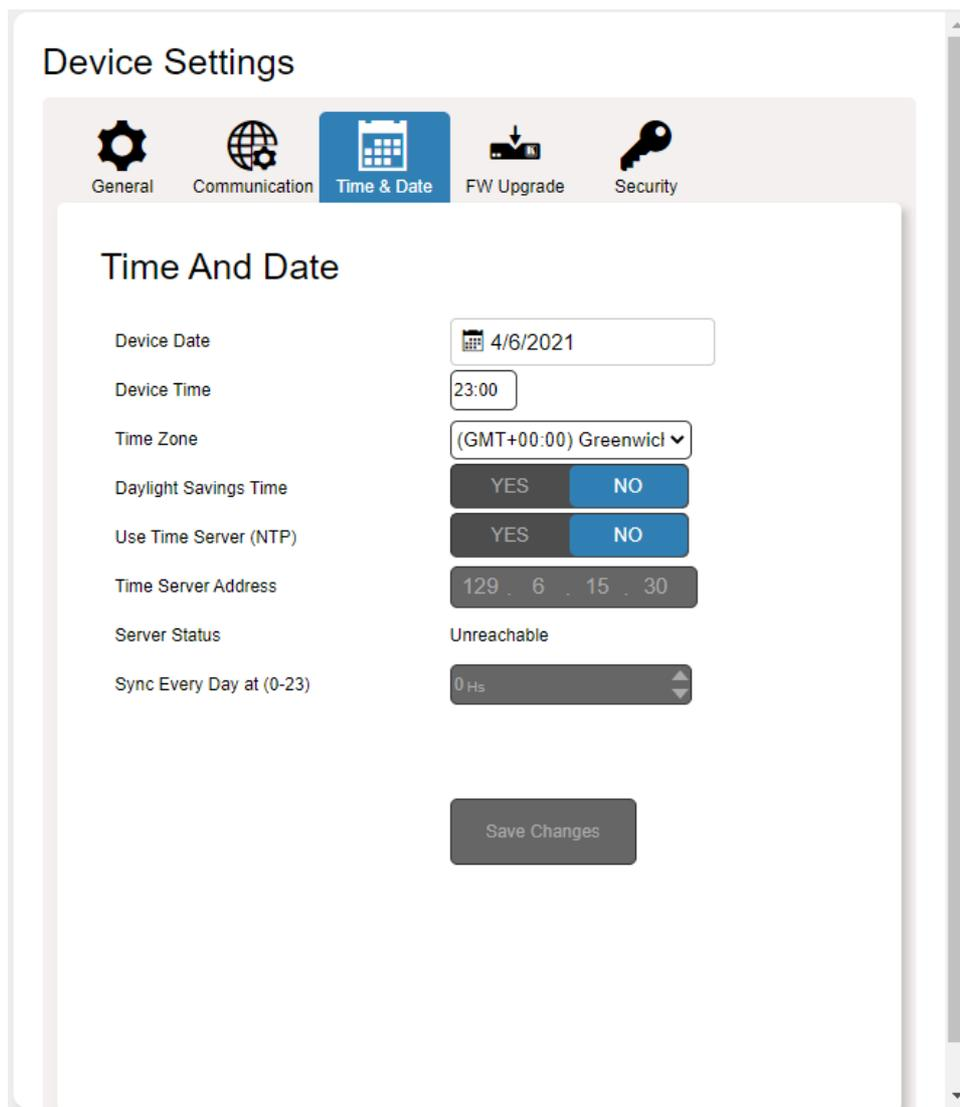

図25 : Device Settings ページ – Time and Date タブ
2. Time & Date タブを選択します。Time & Date タブが表示されます (図25)。